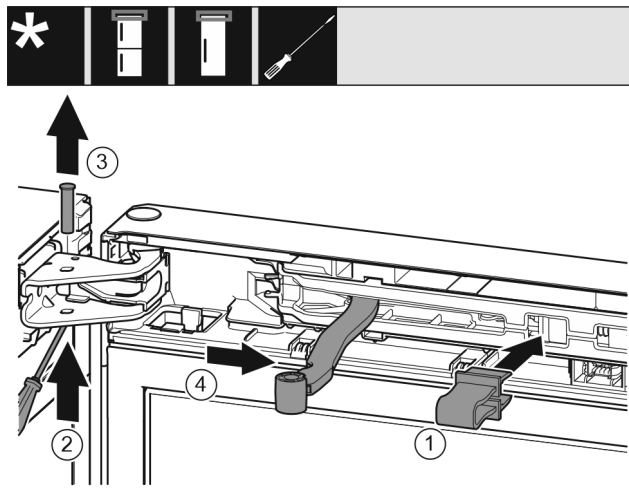

Fig. 11
- ▶ Innestare il fusibile Fig. 11 (1) nell'apertura.
- ▶ Estrarre il perno Fig. 11 (2).
- ▶ Rimuovere il perno Fig. 11 (3) verso l'alto.
- ▶ Ruotare il giunto Fig. 11 (4) in direzione della porta.